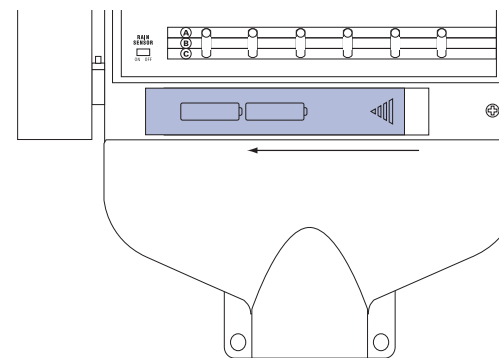

Abbildung 24: Batteriefach
- Batteriedeckel nach links schieben und abnehmen. [Siehe Abbildung 24]